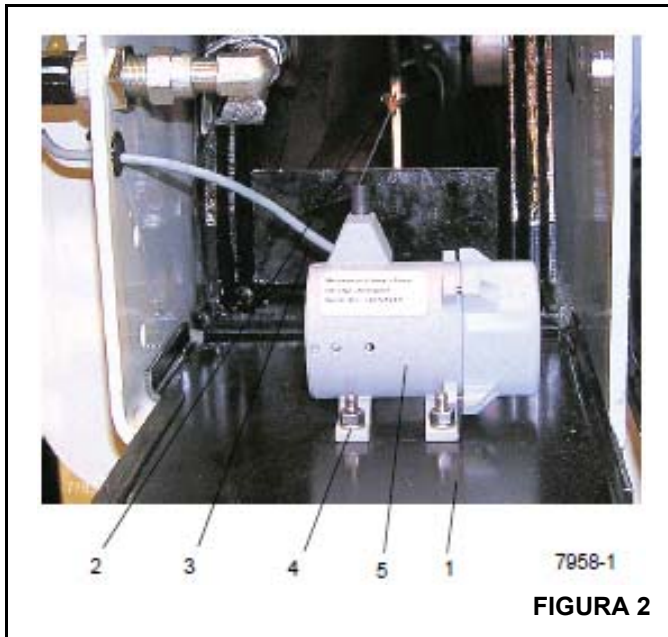

FIGURA 2
2. Retire la escuadra de la cubierta de la caja del estabilizador (1, Figura 2).
3. Desconecte la pinza de resorte (2, Figura 2) de su punto de conexión en la viga del estabilizador.
4. Desconecte el conector eléctrico (3, Figura 2) en el potenciómetro en serie.
5. Retire los tornillos que fijan el potenciómetro en serie (4, Figura 2).
6. Retire el potenciómetro en serie (5, Figura 2).
2. Utilice los tornillos (4, Figura 2) para montar el potenciómetro en serie en la escuadra de la cubierta de la caja del estabilizador.
3. Conecte el conector eléctrico (3, Figura 2) en el potenciómetro en serie.
4. Conecte la pinza de resorte (2, Figura 2) a su punto de conexión en la viga del estabilizador.